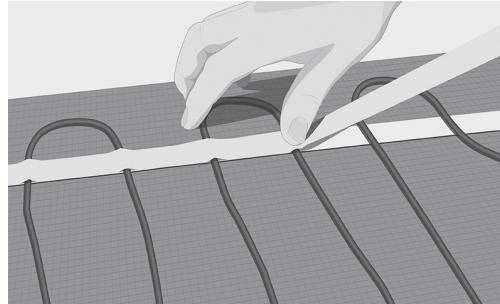

Fig. 8. Fäst kabeln med maskeringstejp
11. Fäst kabeln med maskeringstejp ovanpå kabeln och den dubbelhäftande tejpen. Tryck fast tejpen ordentligt på kabeln för att förebygga att det bildas lufthålligheter under appliceringen av täckmaterialet (Fig. 8).